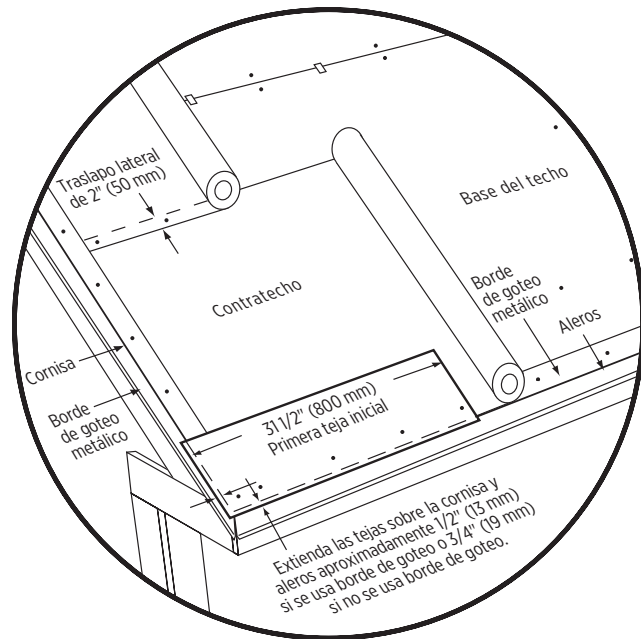

Figura 17-8: Detalles del contratecho con pendiente estándar y el borde de goteo inicial.
- ◆ Para ambos estilos de tejas, corte 4 1/2" (115 mm) del largo del lado izquierdo de la primera hilera inicial y colóquelo en la esquina inferior izquierda del techo. Esta hilera inicial de 31 1/2" (800 mm) debe sobresalir de las cornisas y los aleros 1/2" (13 mm) cuando se utiliza borde de goteo o 3/4" (19 mm) cuando no se utiliza borde de goteo. Continúe a lo largo de los aleros con largos enteros de 36" (915 mm) de las hileras iniciales (Figura 17-8).